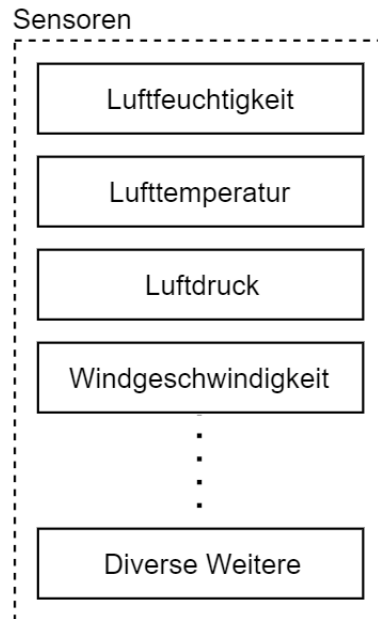
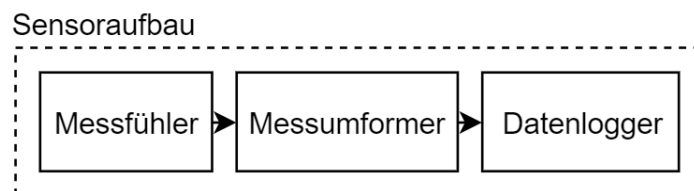

Abbildung 1.3: Sensoren
Abbildung 1.4: Sensoraufbau
In dem Block *Sensoren* werden alle Messeinheiten untergebracht. Die Idee dieses Blockes besteht darin, dass dieser adaptiv ist und somit leicht erweitert werden kann (Abbildung 1.3). Jeder Sensor ist nach dem Prinzip, wie in der Abbildung 1.4 gezeigt, aufgebaut. Es wird dann von der Seite des *MCUs* aus mit dem Datenlogger kommuniziert.
**Lufttemperatur:** Auf einem PCB wird ein IC-Bauteil zur Lufttemperaturmessung implementiert. Über einen Messumformer nach Abbildung 1.4 wird das Signal zur Interpretation/Auslesung für den Datenlogger aufbereitet.